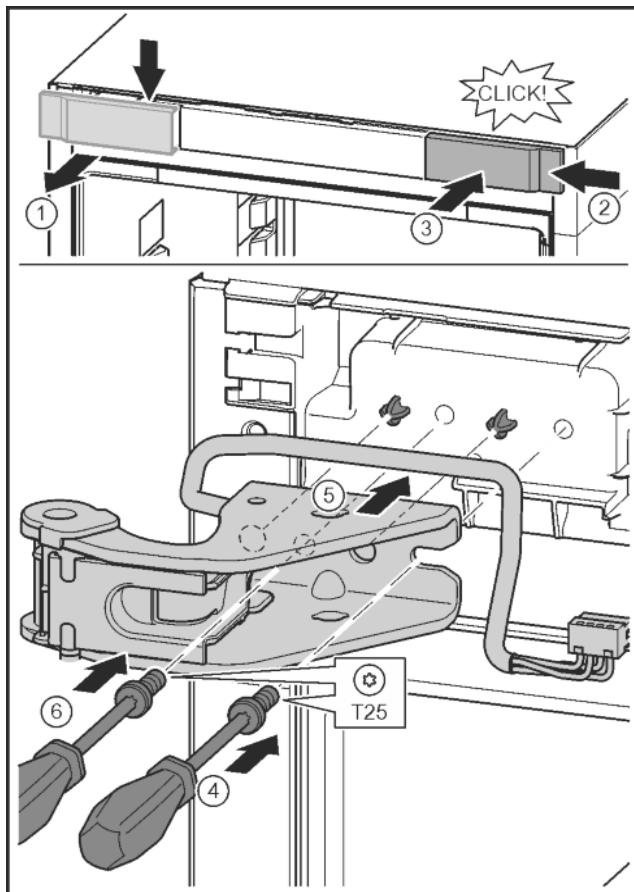

Fig. 28
- ▶ Kryt uvolněte a sejměte do strany. Fig. 28 (1)
- ▶ Kryt otočený o 180° zavěste na druhé straně zprava. Fig. 28 (2)
- ▶ Zaklapněte kryt. Fig. 28 (3)
- ▶ Šroubovákem T25 nasadte šrouby. Fig. 28 (4)
- ▶ Nasadte horní stojan ložiska. Fig. 28 (5)
- ▶ Utáhněte šroub. Fig. 28 (4)
- ▶ Šroubovákem T25 vložte šroub a utáhněte. Fig. 28 (6)